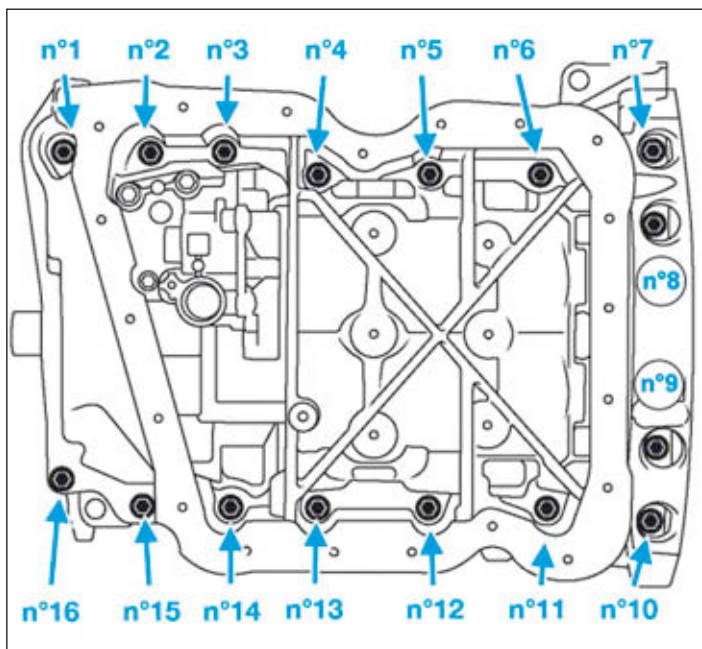

FIG.54
- Reposer la semelle puis serrer toutes les vis de fixation dans l'ordre indiqué (Fig.54) à 1 daN.m puis 2,5 daN.m.